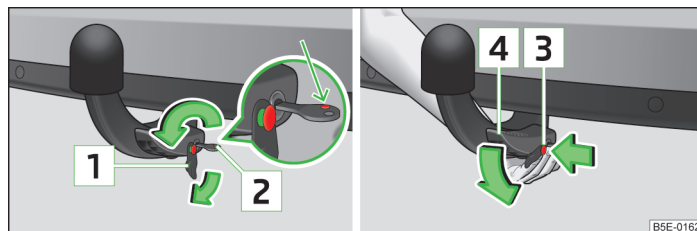

Fig. 141 Sbloccare la leva di comando della testa sferica/ Allentare la testa sferica
- Estrarre il cappuccio **[1]** » fig. 141 dalla serratura della testa sferica nella direzione indicata dalla freccia.